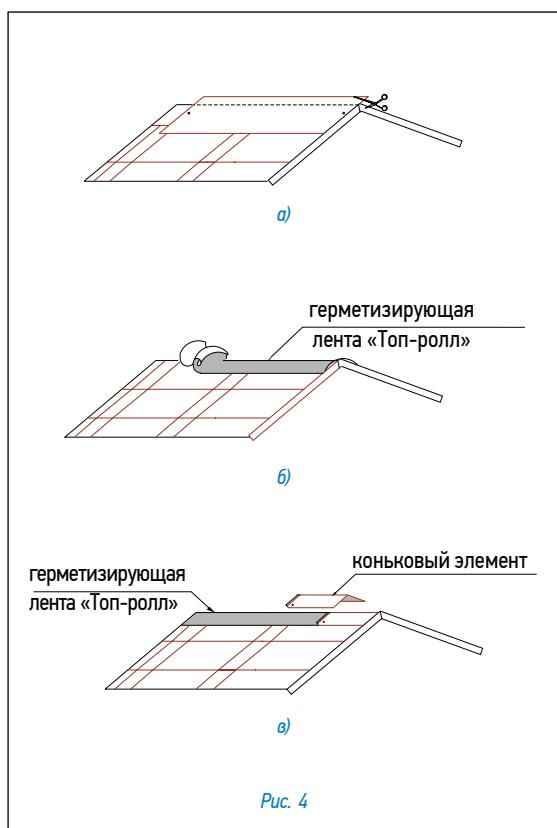

Рис. 4
Конек (рис. 4)
• Верхний ряд черепицы доводится до линии конька (ребра), выступающие части листов обрезаются (рис. 4а);
• линии коньков и ребер герметизируются специальной самоклеящейся лентой «Топ-ролл» (рис. 4б);
• далее устанавливаются внахлест специальные коньковые элементы (направление укладки по преимущественному направлению ветра). Каждый коньковый элемент плотно прижимается к основанию кровли и фиксируется двумя гвоздями из нержавеющей стали длиной 35 мм, которые перекрываются следующим коньковым элементом (рис. 4в).
- Верхний ряд черепицы доводится до линии конька (ребра), выступающие части листов обрезаются (рис. 4а);
- линии коньков и ребер герметизируются специальной самоклеящейся лентой «Топ-ролл» (рис. 4б);
- далее устанавливаются внахлест специальные коньковые элементы (направление укладки по преимущественному направлению ветра). Каждый коньковый элемент плотно прижимается к основанию кровли и фиксируется двумя гвоздями из нержавеющей стали длиной 35 мм, которые перекрываются следующим коньковым элементом (рис. 4в).